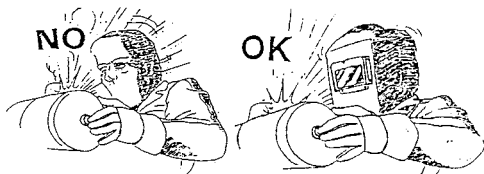

Fig.2
**Attenzione: non guardare mai un arco elettrico senza un' adatta protezione agli occhi (Fig. 2).**